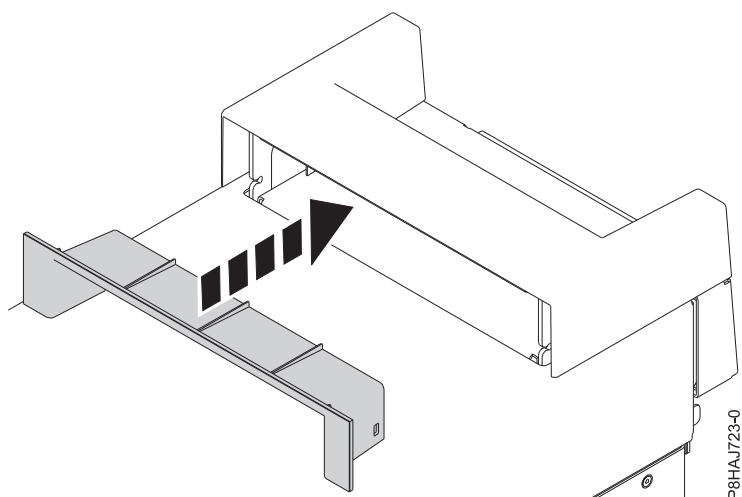

図 26. 8286-41A スタンドアロン・システムのハンドル・カバー内の断片の差し込み
2. ハンドル・カバーの断片をしっかりとハンドル・カバーに押し込んで、断片をハンドル・カバー内に差し込みます (46 ページの図 26 を参照)。